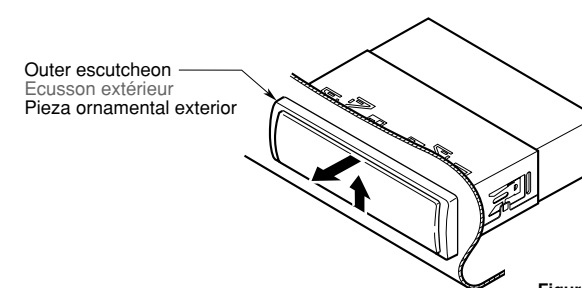

Figure 8 / Figure 8 / Figura 8
- 2. Press the outer escutcheon upward and remove it (Figure 8).
- 2. Presser l'écusson extérieur vers le haut et le retirer (Figure 8).